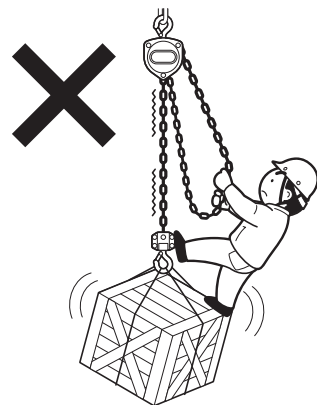

図5
(8) つった荷に人は乗らないでください。また、人の乗る用途に絶対に使用しないでください。図5
(9) つり荷の反転作業は、専門知識のある人以外絶対に行わないでください。
(10) 地球づりしないでください。
(11) 操作中は荷から気をそらさないでください。
(12) 巻上げ過ぎ、巻下げ過ぎはしないでください。
(13) つり上げた荷を長時間放置しないでください。
(14) フックに1本つりのワイヤロープを掛けしないでください。